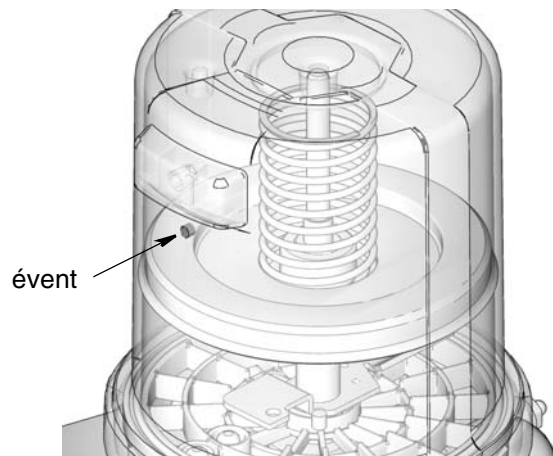

FIG. 20
3. Remplir le réservoir avec de la graisse jusqu'à ce que le joint de la plaque d'appui perce l'évent (FIG. 20) et que la majorité de l'air soit expulsée du réservoir.